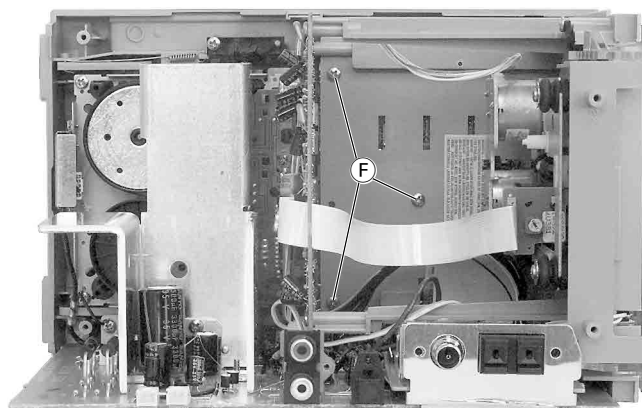

Fig. 4
- 3 Schrauben (F) (Fig. 4) herausdrehen.
- Undo 3 screws (F) (Fig. 4).